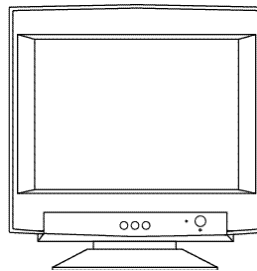

Abbildung D.1
- 5 Schalten Sie Monitor (Abbildung D.1) und Computer ein.